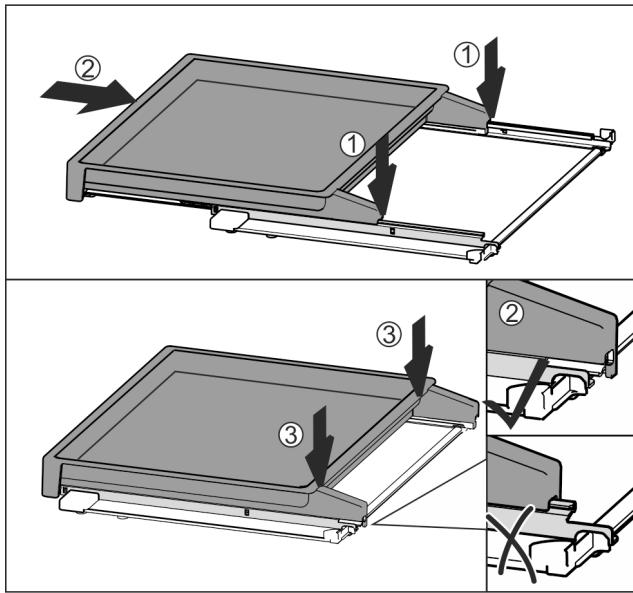

Fig. 115
- ▶ La poser au centre sur les rails Fig. 115 (1).
- ▶ Insérer complètement la bordure télescopique Fig. 115 (2).
- ▶ Appuyer sur sa partie arrière jusqu'à ce qu'elle s'enclenche de manière audible Fig. 115 (3).